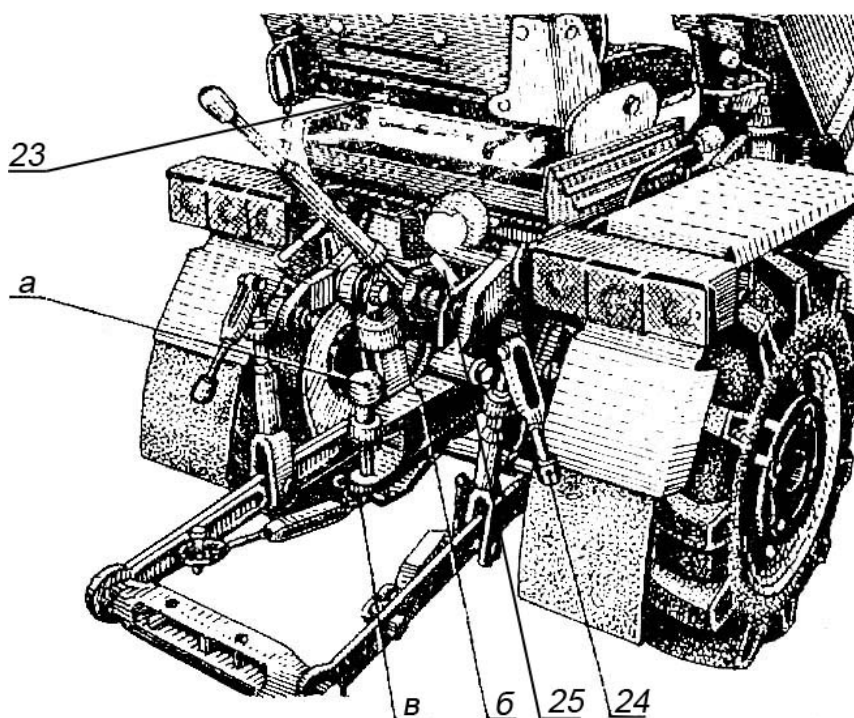

Рисунок 5 – Вид мини-трактора сзади
- 23 – фиксатор механизма наклона спинки сиденья (рисунок 5);
- 24 – рукоятка регулировки длины раскоса навески (рисунок 5);
- 25 – рукоятка фиксации устройства навесного в транспортном положении (рисунок 5).
Соединение мини-трактора с прицепом производится с помощью тягово-сцепного устройства комбинированного типа, которое крепится тремя болтами к корпусу ВОМ. При этом прицепы автомобильного типа крепятся за сферическое окончание пальца "а" (рисунок 5), а прицепы, имеющие отверстия на дышле, соединяются с вилкой "б" и фиксируются пальцем "а". Палец "а" стопорится от выпадения шплинтом "в".